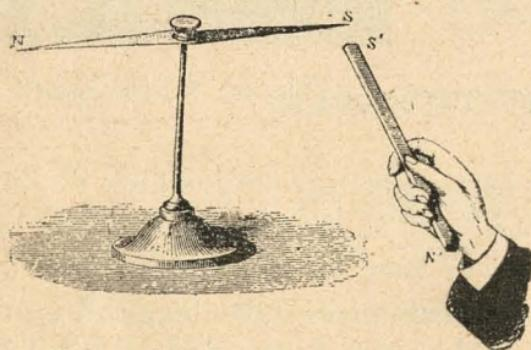

Fig. 192.—Naturaleza diferente de los polos.
4. **Atracción y repulsión magnética.**—Sean N y N', S y S' (fig. 192), los polos de mismo nombre de dos agujas imantadas.